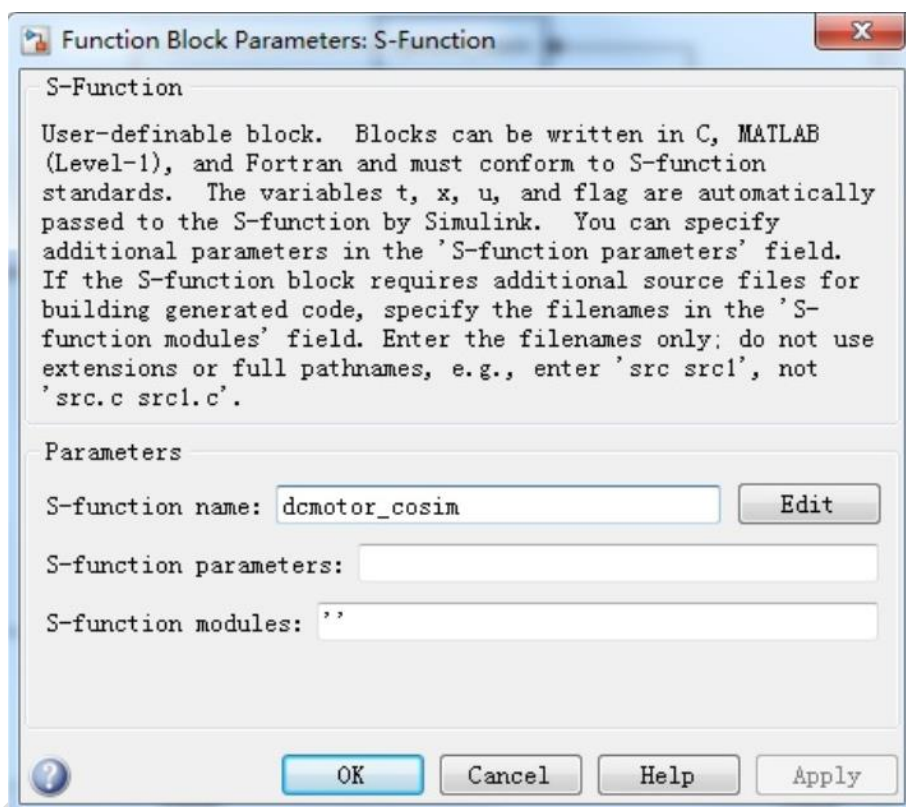

图 4.15 设置 S-Function 名称
4. 设置名称为 **dcmotor_cosim**，即 **m** 文件的名称，如图 4.15 所示。